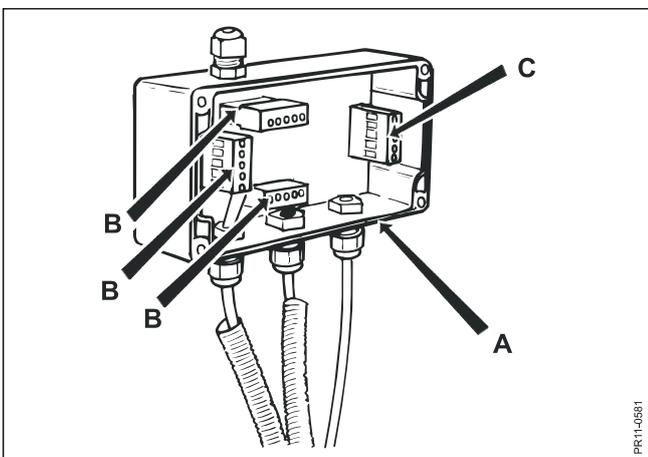

Fig. 9.11
Fig. 9.11 Bei Schweißarbeiten darf **niemals** Strom durch eine Wiegezelle laufen können. Dies ist durch Öffnen des Anschlußbox (A) und demontieren des Steckers für die Wiegezellen (B) und des Steckers für das Gerät (C) zu vermeiden.